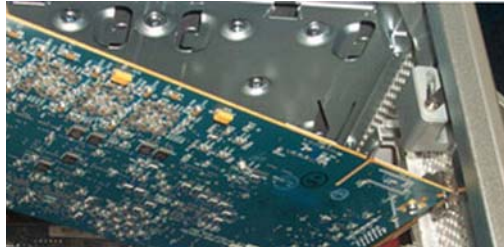

Abbildung 2. Karte in flachem Winkel über dem Steckplatz halten
- Halten Sie die Karte über dem Steckplatz 2 in einem flachen Winkel, damit die Vorderkante der Karte höher als die Hinterkante der Karte steht (wo sich der DigiLink-Anschluss der Karte befindet). Siehe Abbildung 2.